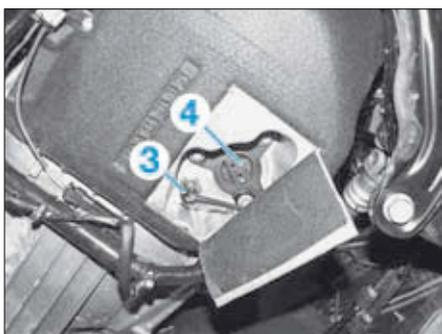

FIG. 16
- Débrancher (Fig.16) :
- le connecteur du capteur de température d'huile (3),
- le connecteur du contacteur de témoin de niveau d'huile (4).